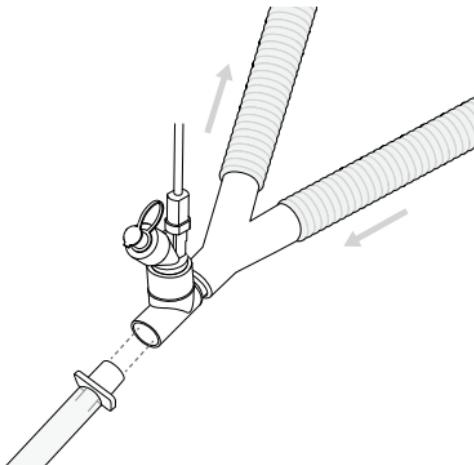

Figura 8. Il sistema Aerogen Solo è collocato tra il raccordo a Y e il tubo endotracheale
3. Il sistema Aerogen Solo può essere collocato tra il raccordo a Y e il tubo endotracheale, come mostrato in figura 8. Il sistema Aerogen Solo può essere usato con uno scambiatore di calore-umidità (HME) che potrebbe contenere un filtro.